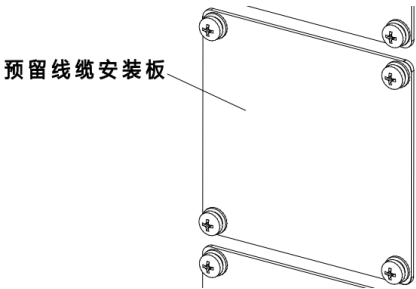
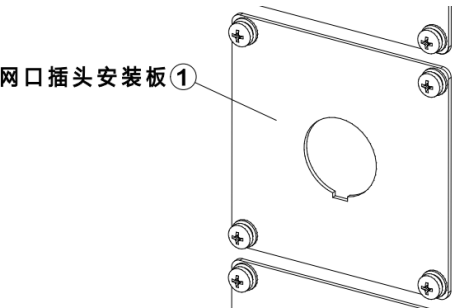

图 12-3 预留线缆安装板
图 12-4 网口插头安装板
步骤1. 用十字螺丝刀将原本的预留线缆安装板（参考图 12-3）拆下，将①网口插头安装板（参考图 12-4）安装在柜体上。